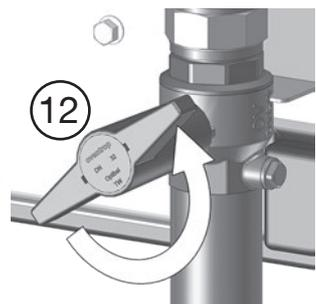

Abb. 5.11: Absperrkugelhahn Trinkwasser kalt öffnen
16. Absperrkugelhahn 12 (Trinkwasser kalt) **langsam** öffnen (Abb. 5.11).